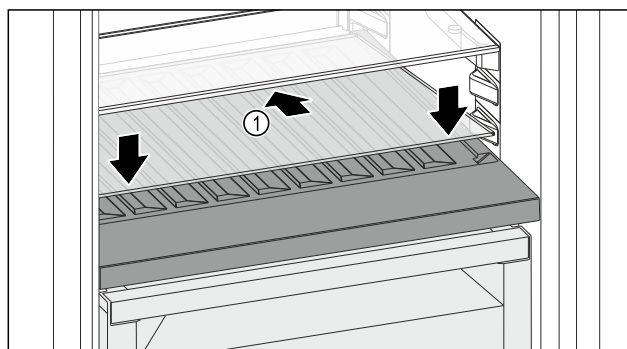

Fig. 205
- Așezați placa de sticlă Fig. 205 (1) oblic și spre spate înclinată în jos.
- Coborâți în față placa de sticlă Fig. 205 (1).